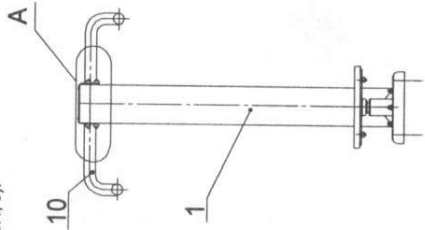

Рис.4
10.3.3. Произвести сборку тренажера (рис.4; 5):